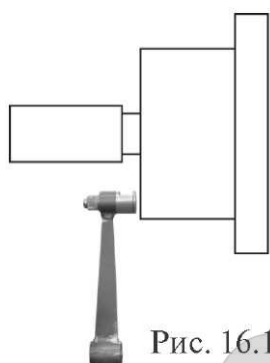

Рис. 16.1
21.1.1. Калибровка тракта измерения дистанции. Для оценки погрешности устройства ввода дистанции выдвиньте штангу ввода параметров и уприте рукоятку в задний торец фланца вала, как показано на рис. 16.1. При этом на экране
Нажмите кнопку «MENU», в открывшемся окне MENU выберите пункт 7 «Далее», нажав кнопку 7 в верхнем ряду клавиатуры. Откроется вторая страница окна MENU (см. рис.16.1). Выберите пункт 3 «Тест», нажав кнопку 3 в верхнем ряду клавиатуры. Откроется окно ТЕСТ рис.21.1.